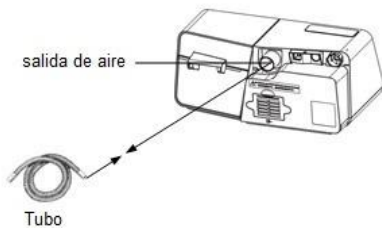

Fig. 12-4
(1) Conecte un extremo del tubo a la salida de aire del dispositivo, como se ve en la Fig. 12-4.